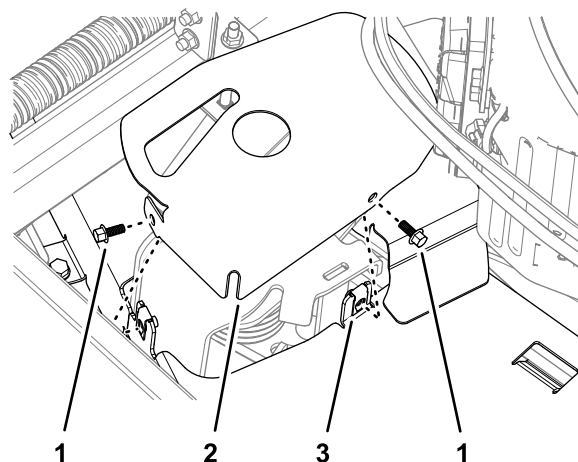

Figure 5
1. Retirez les 2 vis à embase qui fixent le couvercle du tendeur au protège-courroie gauche et déposez le couvercle (Figure 5).